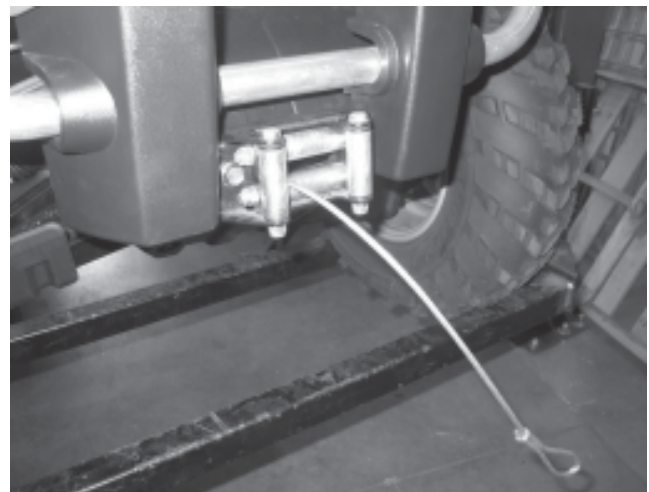

Figure 3
3. Déroulez de 0,6 à 0,9 m (2 à 3 pi) de câble du treuil (C1). Tirez le câble déroulé à l'aide du guide-câble lorsque vous mettez le treuil assemblé et le support de montage (A1) en place sur le cadre du VTT. Voir les Figures 3 et 4.